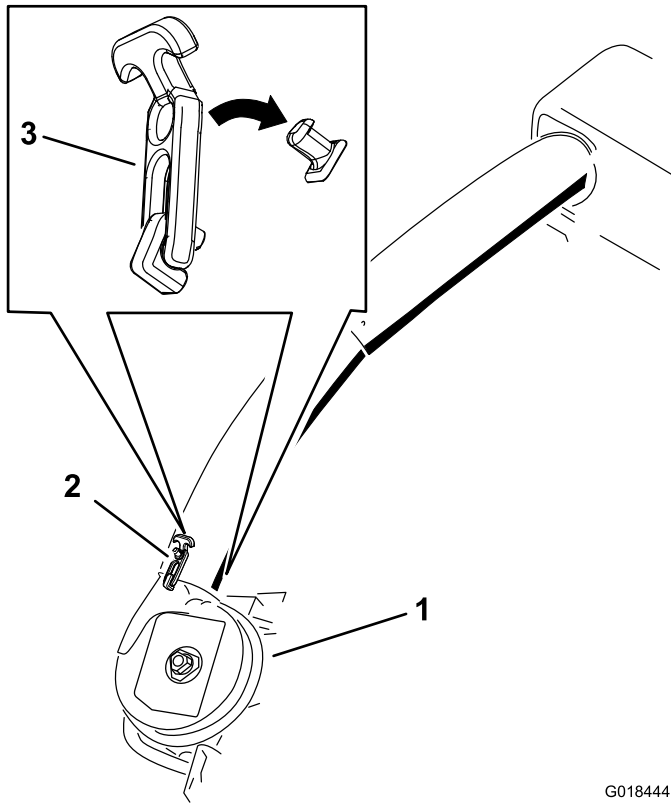

Bild 28
- Befestigen Sie das untere Rohr mit beiden Riegeln am Gebläse (Bild 28).
21. Befestigen Sie das untere Rohr mit beiden Riegeln am Gebläse (Bild 28).